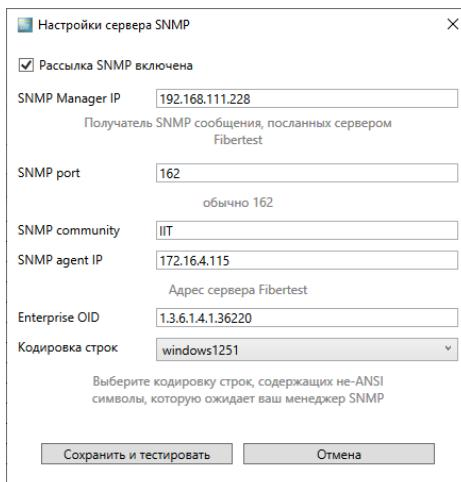

Рисунок 5-6 Окно «Настройка сервера SNMP»
2. В появившемся окне (Рисунок 5-6) ввести следующие данные: